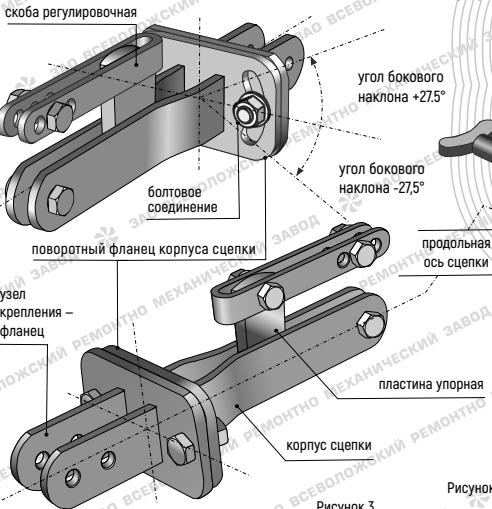

Рисунок 3.
- [только для сцепки типа 2, см. рисунок 3, 4] при необходимости (например, для компенсации бокового наклона агрегата при работе с плугом), установите нужный угол бокового наклона стойки навесного орудия поворотом на требуемый угол относительно продольной оси сцепки корпуса сцепки с установленным навесным орудием, предварительно ослабив болтовые соединения на фланце корпуса сцепки;